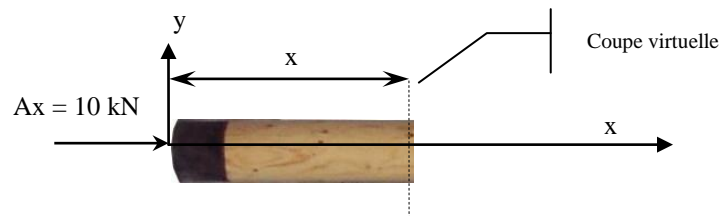

Figure B46 : Observation des efforts à gauche de la section
- observer les efforts extérieurs situés à gauche de la coupe (figure B46), soit 10 kN et inverser le signe. L'effort normal sera de -10 kN.